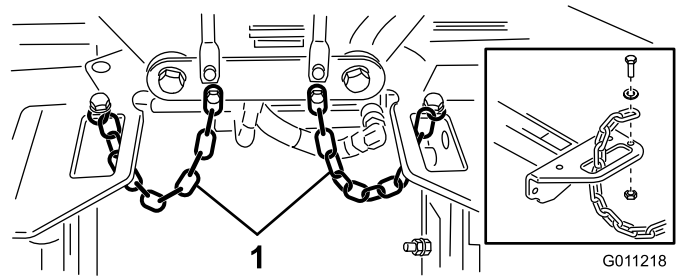

Figura 22
- 4. Pase una cadena de volteo por la ranura situada en el extremo de cada bastidor de tiro. Sujete la cadena de volteo a la parte superior del bastidor de tiro con un perno, una arandela, y una contratuerca (Figura 22).